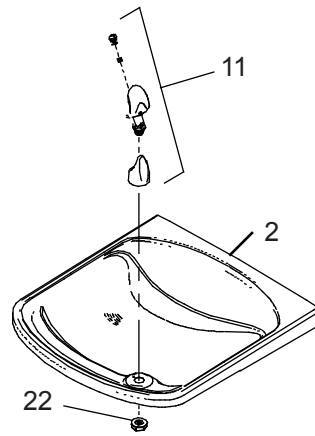

FIG. 3
- Using a small tip screwdriver, locate range adjustment screw through the small hole between the sensor lenses (See Page 1.) Turn this screw clockwise to increase range and counterclockwise to decrease range (See Fig. 3).
- Usando un desatornillador con punta pequeña, gire el tornillo de un lado a otro pequeña agujero entre la ver ventana. de ajuste de límites en el sentido de las manecillas del reloj para aumentar el límite y en sentido contrario de las manecillas del reloj para reducir el límite (Vea Fig. 3).
- A l'aide d'un petit tournevis à pointe, effectuez une rotation de la vis de réglage à travers la petit trou entre voir fenêtre dans le sens des aiguilles d'une montre afin d'augmenter la portée, et dans le sens inverse pour la diminuer. (Voir Fig. 3).